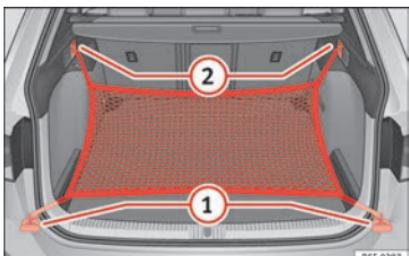

Fig. 182 Dans le coffre à bagages : œillets (1) et crochets (2) pour accrocher le sac pour filet (modèle LEON ST).
- Fixez les crochets courts du filet aux œillets d'amarrage »» **fig. 182 (1)** »» **▲**. La fermeture à glissière du sac doit rester vers le haut.
- Fixez les rubans aux crochets pour accrocher des sacs (2).